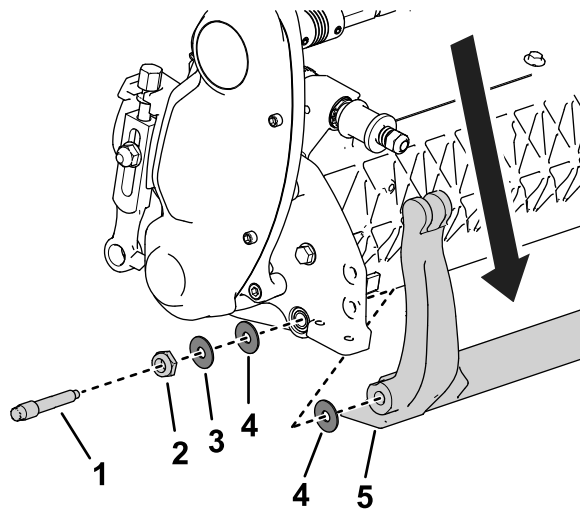

Рисунок 20
3. Відпустіть затискну гайку з кожного боку машини, див. Рисунок 20
4. Зніміть усі болти опорної планки, після чого опорну планку можна потягнути вниз і зняти з косильного блоку (Рисунок 20).
Не забудьте зняти дві пластикові та одну сталеву шайбу з кожного боку опорної планки (Рисунок 20).